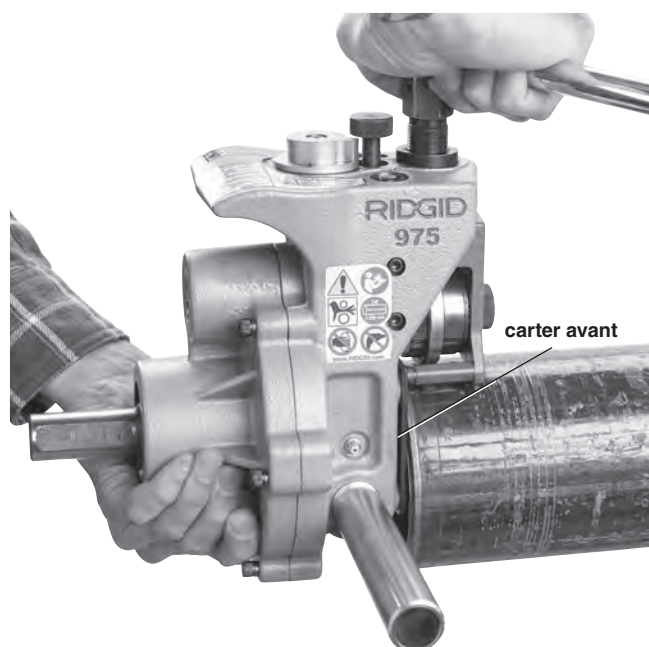

Figure 14 – Tenir la rainureuse en position lors du serrage de la vis d'avancement
- Tenez le bâti de la rainureuse fermement. Ne tentez pas de la soulever par sa clé à cliquet. Engagez l'arbre de transmission dans le tuyau jusqu'à ce que le carter avant de la rainureuse butte contre l'extrémité du tuyau (Figure 14). Serrez la vis d'avancement pour rabaisser le galet de rainurage jusqu'à ce qu'il contacte et retient le tuyau. *Suivez les étapes 3 et 4 de la rubrique « Réglage et vérification du diamètre de rainure »*, une fois la jauge de réglage de rainure est ramenée à la position de verrouillage, servez-vous de la clé à cliquet pour serrer la vis d'avancement d'un quart de tour de plus. Assurez-vous que la rainureuse est fermement montée sur le tuyau et que son carter avant est à fleur de son extrémité. Sinon, répétez la procédure. Vérifiez systématiquement le montage de la rainureuse lorsqu'elle est utilisée sur place afin d'éviter sa chute.